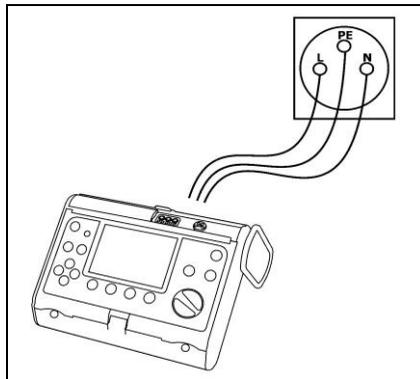

Fig. 4. Conexión del medidor
- conectar el medidor con los cables a la toma de corriente del tablero según la Fig. 4,